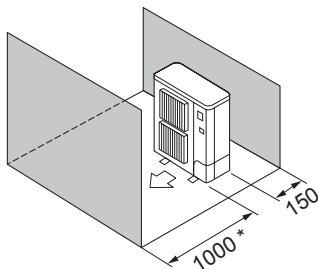

Fig. 2-11
- ⑤ Obstacles uniquement à l'avant et à l'arrière (Fig. 2-11)